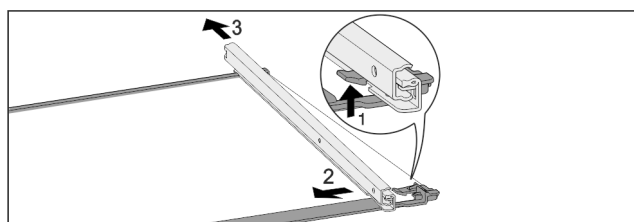

Fig. 125 Ripiano in vetro con guide
- Premere il gancio di fermo anteriore verso l'alto. Fig. 125 (1)
- Far scorrere la guida estraibile di lato Fig. 125 (2) e verso il lato posteriore Fig. 125 (3).